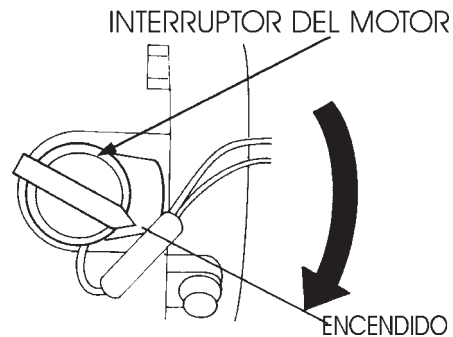

Figura 16. Interruptor del motor ON/OFF ENCENDIDO/APAGADO (Posición ON ENCENDIDO)
5. Coloque la palanca del *interruptor del motor ON/OFF ENCENDIDO/APAGADO* (Figura 16) en la posición "**ON**".